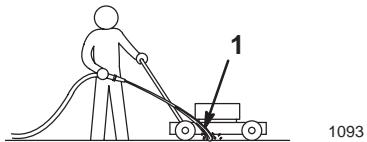

Bild 15
4. Halten Sie den Wasserschlauch auf Griffhöhe und lenken Sie den Wasserstrahl unmittelbar vor dem **rechten hinteren Rad** (Bild 15) auf den Boden.